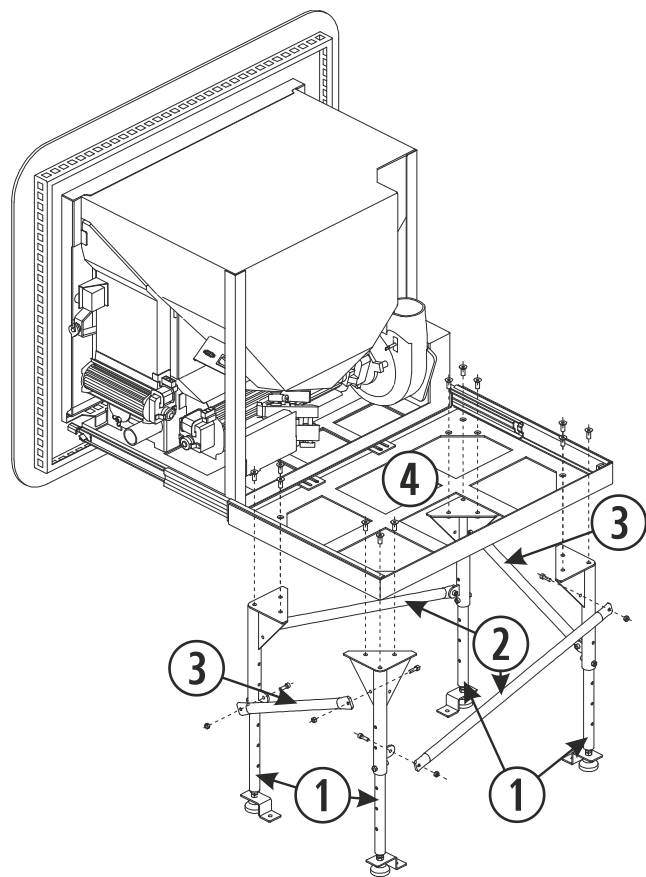

Figura 10
- 4.15.** Unire i 4 piedini formando un rettangolo, con i rinforzi laterali e frontali, come indicato nella *figura 10*.